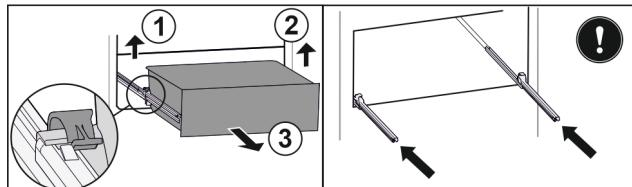

Fig. 89
- Повдигнете лявата скоба и едновременно с това изтеглете напред чекмеджето отляво. Fig. 89 (1)
- Повдигнете дясната скоба и едновременно с това изтеглете напред чекмеджето отдясно. Fig. 89 (2)
- Извадете чекмеджето напред. Fig. 89 (3)